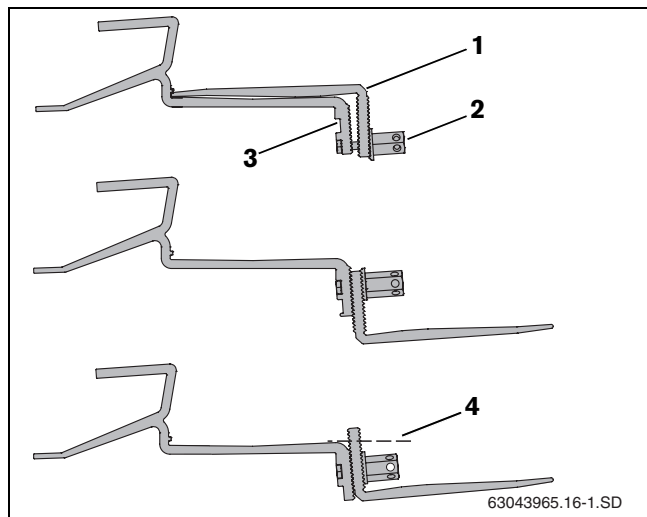

Fig. 16 Riposizionamento della parte inferiore del gancio da tetto
- Svitare la vite a testa esagonale lunga (fig. 16, [2]).
- Infilare la vite nel foro superiore (fig. 16, [3]).
- Fissare con un po' di gioco la parte inferiore del gancio da tetto (fig. 16, [1]). Non serrare ancora il collegamento.